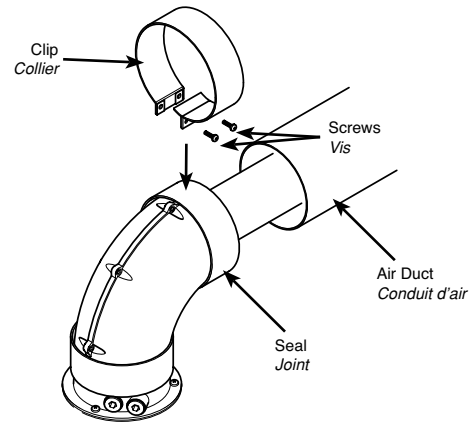

Fig. 8
11. Draw the air duct out of the wall and align it with the elbow. Position the seal so that it equally covers the joint (Fig. 8).
11. Sortir le conduit d'air du mur et l'aligner avec le coude. Posez le joint de façon à recouvrir uniformément le raccord (Fig. 8).
12. Remove the screws from the second clip provided. Prise the clip apart and fit it over the seal. Refit the screws to the clip and tighten them (Fig. 8).
12. Enlever les vis du deuxième collier fourni. Écartez le collier et le poser au-dessus du raccord. Remettre les vis sur le collier et les serrer (Fig. 8).